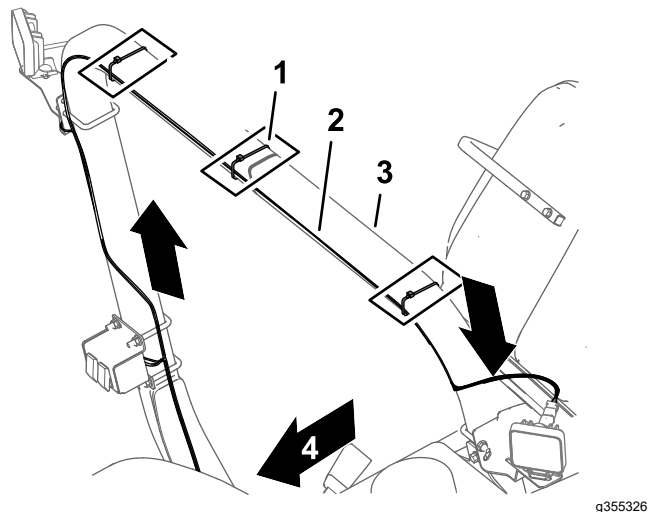
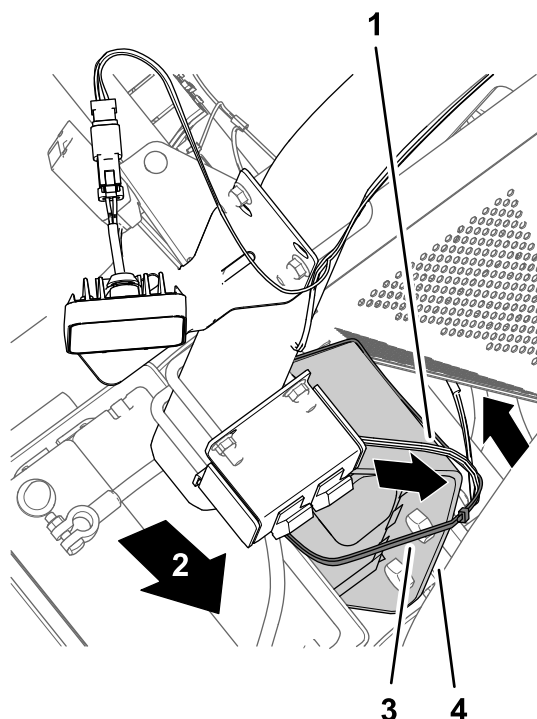
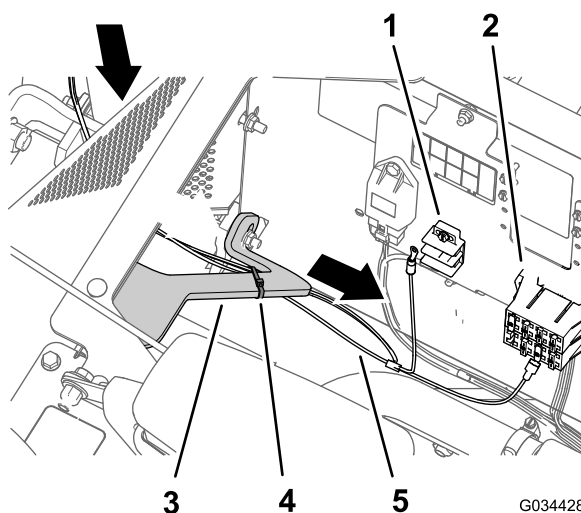

Figure 13
Figure 14
Figure 15
1. Au niveau des interrupteurs, acheminez la branche du faisceau de câblage munie du connecteur à 2 douilles vers le haut et en travers du tube horizontal du système ROPS, comme montré à la Figure 13.
2. Au niveau des interrupteurs, acheminez la branche du faisceau de câblage munie de la borne à douille et de la cosse en anneau vers le bas et l'avant, comme montré à la Figure 14 et la Figure 15.
Remarque: Acheminez le faisceau de câblage du kit projecteurs de travail arrière le long du faisceau de la machine (Figure 15).
siège à l'aide d'attache-câbles, comme montré à la Figure 13, la Figure 14 et la Figure 15.
Remarque: Rassemblez l'excédent de faisceau sur le support de la base du siège et fixez-le avec un attache-câble, comme montré à la Figure 15.